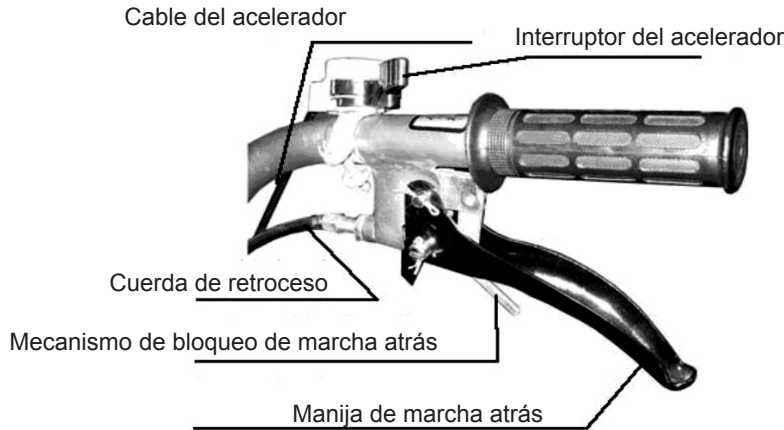

imagen 5
- A. Ajuste del cable del embrague (consulte la imagen 5, 6).